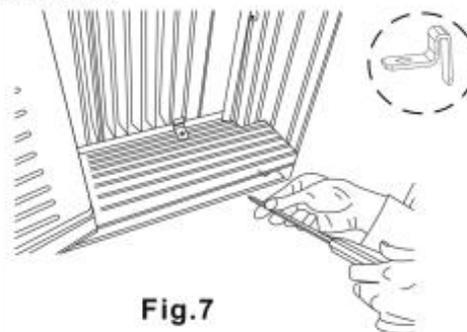

Fig. 7
- A. Coloque el cierre del marco entre las extensiones del marco y el alféizar de la ventana según se muestra (Fig. 7). Atornille un tornillo de bloqueo de 3/4" (19 mm) o 1/2" (12,7 mm) a través del cierre del marco y en el alféizar.